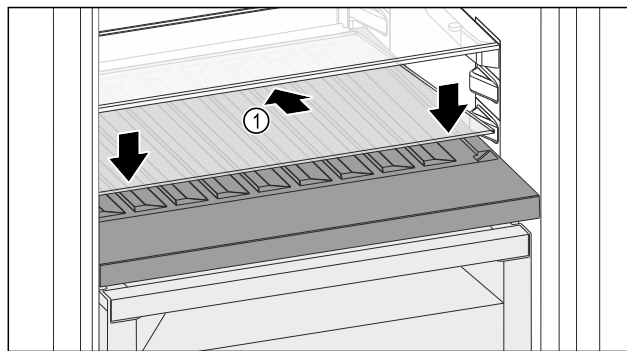

Fig. 111
- Sätt in glasskivan Fig. 111 (1) snett och lutad bakåt.
- Sänk glasskivan Fig. 111 (1) framtill.